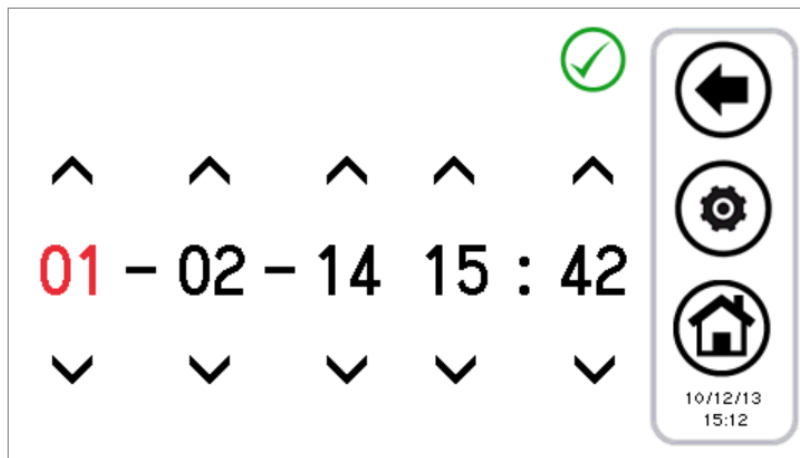

Figura 22. Pagina di impostazione data e ora.
- impostare data e ora, premendo sulla scritta “Orologio” (appare la schermata riportata in Figura 22);